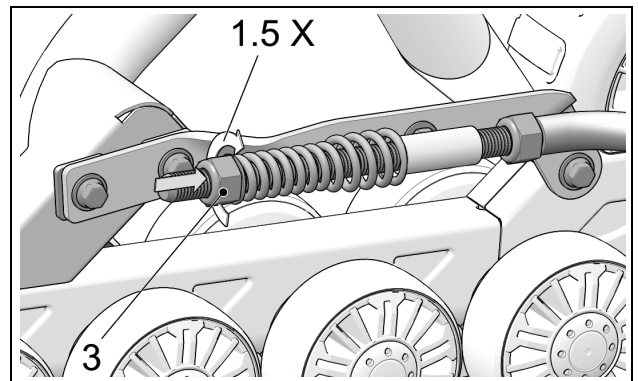

Abbildung 14
- Drehen Sie Mutter (3), bis diese die Feder berührt, dann drücken Sie die Feder zusammen, indem Sie diese Mutter 1,5 Drehungen drehen. Siehe Abbildung 14.